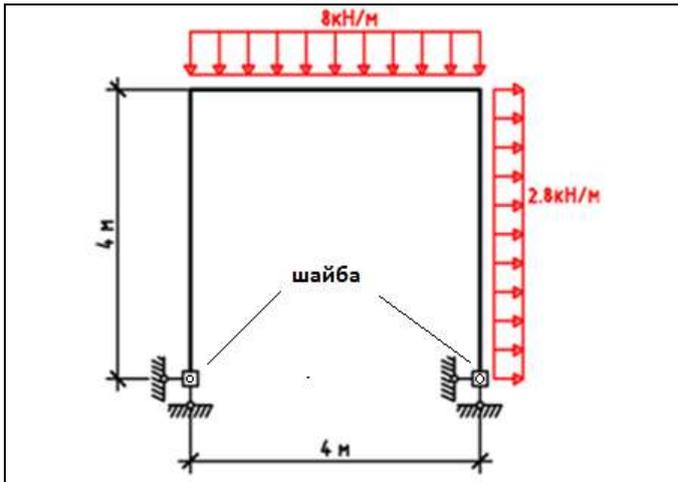

Рис.12.1 Расчетная схема
12. Определить предельные нагрузки для стержневой системы, работающей в упругопластической стадии (рис.12.1,рис.12.2). Материал системы подчиняется диаграмме